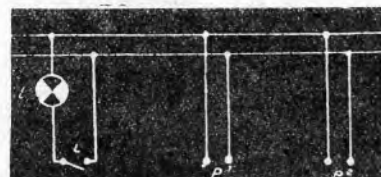

FIG. 2 CIRCUITO PER LAMPADA CON INTERRUITTORE E DUE PRESE DI CORRENTE
Una volta lavorato il legno come mostra la fig. 1 (A) e la fig. 2, sarà effettuato il foro per il passaggio dell'asse del motore, prevedendo il posto per l'appoggio di piccoli cusciotti, possibilmente a sfere.
Il proiettore, costituito dall'involucro di una lampada a pila e dal suo riflettore verrà applicato sulla tavoletta di compensato B³, e sarà ben centrato sulla finestra di questa (fig. 2).